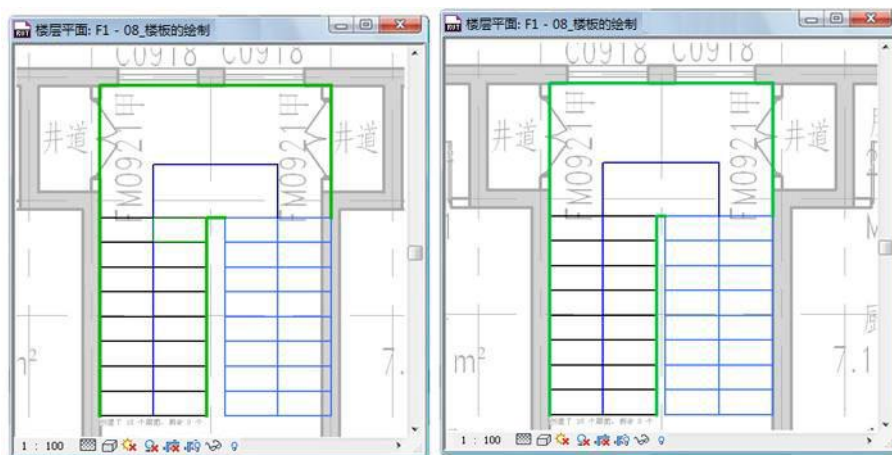

图 3-33
- 9) 框选楼梯右侧踢段及边界, 使用移动命令与右侧墙面对齐 (如图 3-33 所示)。